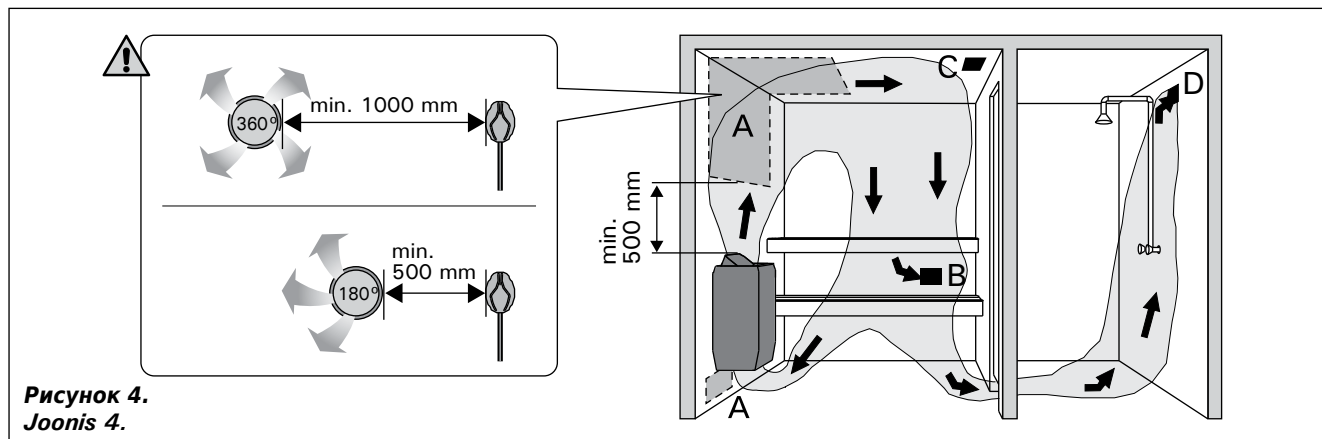

Рисунок 4.
Воздух в сауне должна заменяться шесть раз в час. На рис. 4 показаны варианты вентиляции сауны.
**!** Вентиляционное окно не должно охлаждать температурный датчик. См. рис. 4.